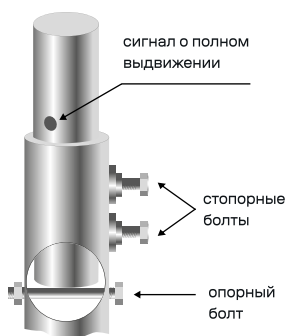

Рисунок 9
- 7** Выдвиньте верхнее колено мачты в рабочее положение (признаком полного выдвижения является специальное отверстие, обозначенное стрелкой), вставьте опорный болт в предыдущее колено и закрепите его гайкой с пружинной шайбой, уприте колено в опорный болт. Рис. 9.